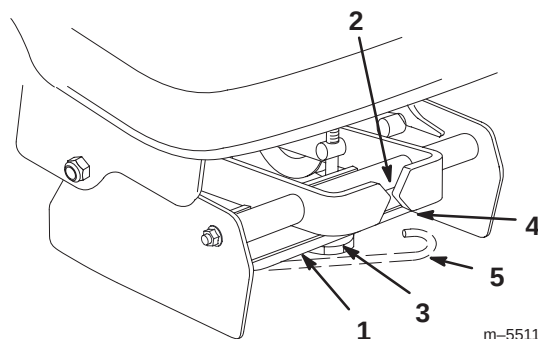

Figure 10
2. Débloquez le bras détenteur de courroie sur le bâti de poulies et tirez-le vers vous (Fig. 10).
6. Enroulez l'autre extrémité de la courroie sur la poulie d'entraînement du plateau de coupe. Vous pouvez augmenter le mou de la courroie (le cas échéant) en tournant le bouton de réglage de tension (Fig. 10).
- B. Vérifiez les indicateurs de tension à l'avant du bâti de poulies. Les deux pointes de flèches doivent être alignées (Fig. 10).
- C. Si les indicateurs de tension ne sont pas alignés, détendez la courroie, tournez le bouton de réglage et répétez les points A à C jusqu'à ce que les indicateurs soient alignés (Fig. 10).
- D. Poussez le bras détenteur dans le bâti de poulies et bloquez-le en le mettant à la position indiquée à la Fig. 10.